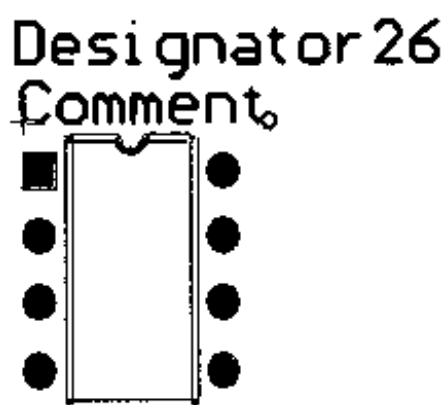

图 5-15 放置好的零件封装
1) 零件封装的移动: 图 5-15 所示为一个已放置好的 DIP8 零件封装, 现在对它进行移动操作。